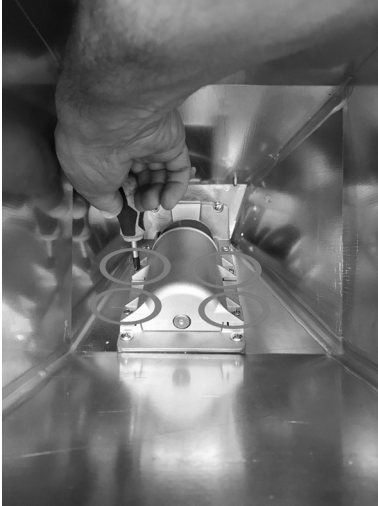

Fig. 44 - Extracción de los tornillos
- Entrar desde el depósito y desenroscar los 4 tornillos de la cobertura del tornillo alimentador (véase **Fig. 44**).